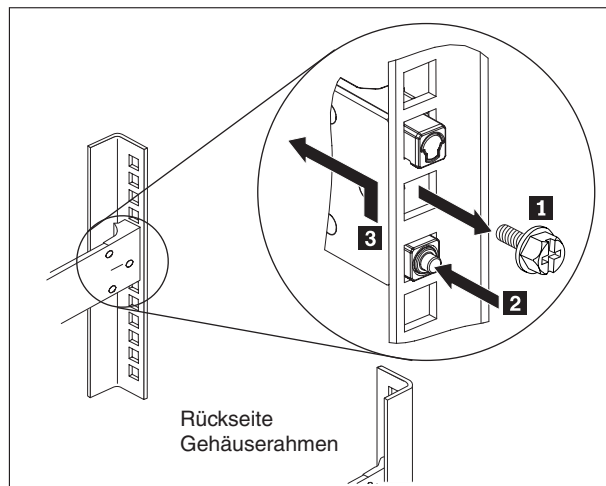

Abbildung 22. Rückseite der Appliance von der Schiene heben
3. Entfernen Sie das hintere Ende der Schienen, wie in Abb. 22 dargestellt. Drücken Sie die Kontaktstifte **1** und **2** wieder in die Schiene **3**, um sie von der Rückseite des Gehäuserahmens zu lösen.